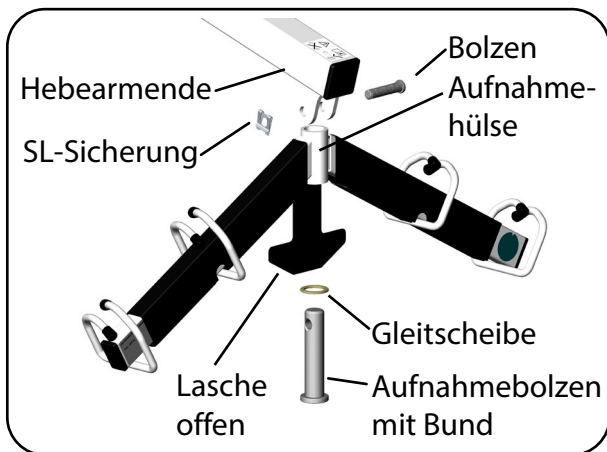

Abb. 6.2.08 - Montage Transportbügel
11. Zur Montage des Transportbügels öffnen Sie die Bügelpolsterung (Lasche). Entfernen Sie die SL-Sicherung und danach den Bolzen aus der Bohrung am Ende des Hebearms. Damit haben Sie den Aufnahmebolzen mit Bund vom Hebearm getrennt (Abb. 6.2.08).
13. Stecken Sie den Aufnahmebolzen mit Bund zusammen mit der Gleitscheibe von unten durch die Aufnahmehülse des Transportbügels (Abb. 6.2.08). Die Gleitscheibe liegt dabei auf dem Bund des Aufnahmebolzens.